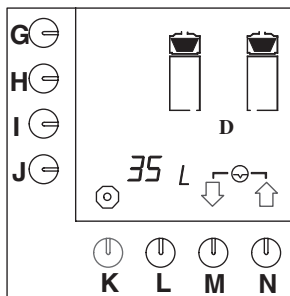

Abb. 14 Tageszähler für Kaffeebrühsystem
Nach der Eingabe der Benutzer-Geheimnummer erscheint Abb.14 im Display. Die Gesamtanzahl Liter Kaffee, die an diesem Tag aufgebraucht wurden, kann im Display abgelesen werden.
- Drücken Sie so lange auf die Programmierstaste (G.) bis Abb.14 wieder im Display erscheint.